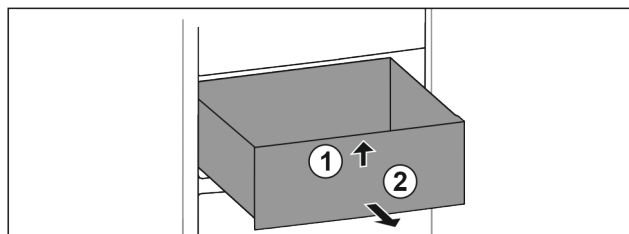

Fig. 54
- ▶ Nadvihnite zásuvku vpred. Fig. 54 (1)
- ▶ Odoberte zásuvku dopredu. Fig. 54 (2)